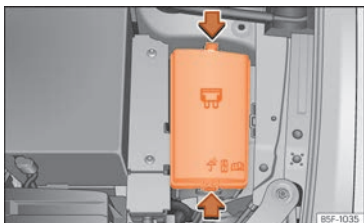

Abb. 105 Im Motorraum: Abdeckung des Sicherungskastens.
- Drücken Sie die Verriegelungslaschen, um die Abdeckung des Sicherungskastens zu entriegeln »» **Abb. 105.**